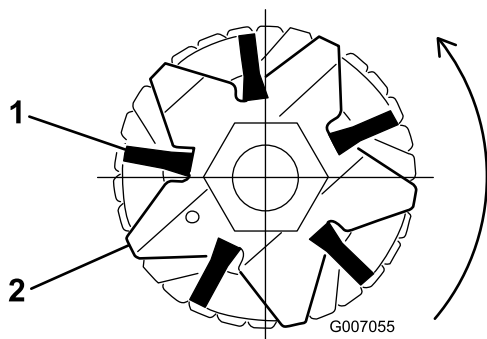
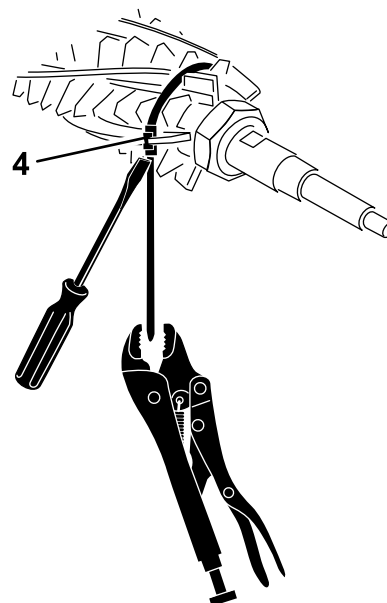

Bild 19
Bild 20
2. Vergewissern Sie sich, dass die Bürsten in den Schlitten des Groomermessers sitzen (Bild 19 & Bild 20).
3. Wickeln Sie die Haltebänder lose um die Spindelwelle des Groomer und der Bürsten, siehe Bild 20; setzen Sie die Haltebänder in die Rillen in den Bürsten ein.
richtig in den Messerschlitten und ziehen Sie die Befestigungsmuttern des Groomermessers an (Bild 20).
4. Drücken Sie einen Schraubenzieher gegen die Haltebandschnalle und halten Sie gleichzeitig das Halteband mit einer Greifzange fest. Ziehen Sie das Halteband fest, bis es in den Bürstenrillen arretiert (Bild 20).
5. Kürzen Sie das Halteband auf ungefähr 6,4 mm von der Schnalle und falten Sie das überschüssige Halteband über die Schnalle (Bild 20).